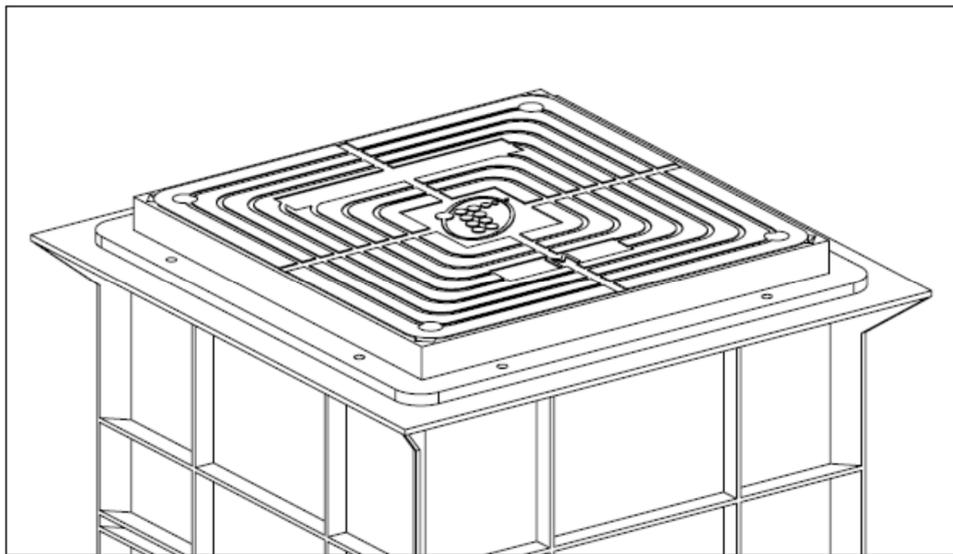

Figura 5
- La arqueta modelo AM-400, dispone de un marco y tapa de PRFV, con una resistencia de 60 KN, con juntas de estanqueidad y cuatro cierres mediante tornillería (figura 5).